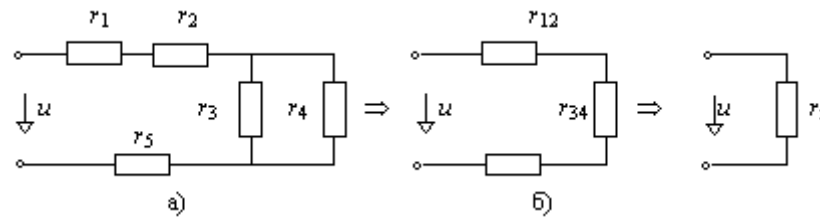
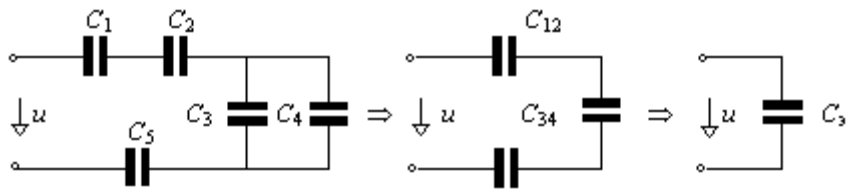

Рис. 1.4. Последовательность упрощения разветвленной цепи
Рис. 1.8. Последовательность эквивалентного преобразования цепи с емкостными элементами
1.1. Определить входное сопротивление для схемы рис. 1.4 со стороны источника питания с напряжением  $u$ .
Схема упрощается и на рис. 1.4,б принимает вид последовательного соединения трёх элементов. На втором этапе суммируем  $r_{12}$ ,  $r_{34}$  и  $r_5$  (рис. 1.4,в):
Например, для схемы рис. 1.4 после такой замены получим рис. 1.8,а. Объединяя элементы по аналогичным формулам, найдем на первом этапе преобразования (рис.1.8,б)
На втором этапе соответственно получим (рис. 1.8,в):